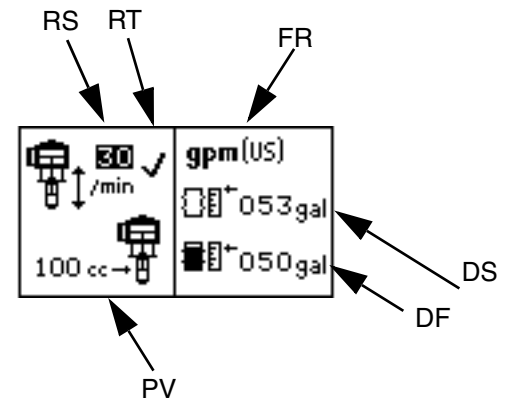

ABB. 22: Setupbildschirm 1
Im Setupbildschirm 1 können Sie die Durchlaufzyklenrate (RS) festlegen, den Durchlaufschutz (RT) aktivieren/deaktivieren, das Pumpenvolumen pro Zyklus (PV) auswählen, die Maßeinheiten für die Fördermenge (FR) auswählen, die Behältergröße (DS) eingeben und das Behälterfüllvolumen (DF) eingeben. Siehe ABB. 22.
Wenn der Durchlaufschutz (RT) aktiviert ist, wird im Setupbildschirm ein ✓ angezeigt. Siehe ABB. 22.
Wenn Sie die Durchlaufüberwachung deaktivieren möchten, wechseln Sie in den Setupmodus, und legen Sie den Durchlaufwert auf 0 (null) fest, oder schalten Sie (RT) aus. Siehe ABB. 22.